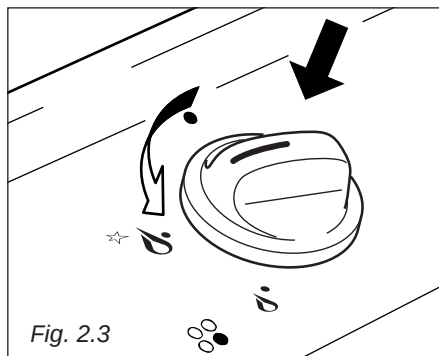

Fig. 2.3
Per accendere uno dei bruciatori, premere e ruotare la manopola corrispondente (fig. 2.3), fino alla posizione di portata massima (fiamma grande 🔥) e mantenere premuta la manopola fino ad accensione avvenuta.
- 1 – Ruotare la manopola del rubinetto gas in senso antiorario (fig. 2.3), fino alla portata massima (fiamma grande), premerla e mantenere la pressione, operando l'accensione come indicato al capitolo: ACCENSIONE DEI BRUCIATORI.